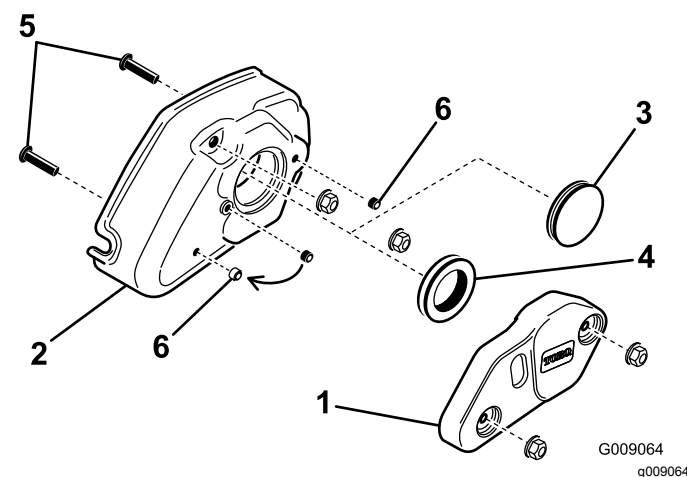

Figura 21
2. Retire las 2 tuercas con arandela prensada (5/16") que sujetan el contrapeso del groomer a la cubierta del groomer, y retire el contrapeso (Figura 21).
3. Retire el disco de goma de la cubierta y sustitúyalo por el anillo de goma incluido con el groomer (Figura 21).
4. Retire los 2 tornillos (5/16 x 1 1/4") enroscados en la cubierta (Figura 21).
5. Retire el tornillo de fijación del taladro central de la cubierta del groomer (Figura 21).